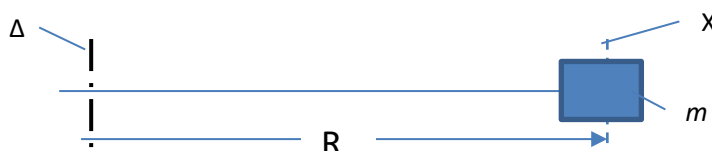

Fig.7.2
4. În studiile parcurse ați făcut cunoștință cu relația lui Steiner. Un corp de masă m și momentul de inerție axial J_x o mișcare de rotație față de o axă Δ (fig.7.2) are momentul de inerție față de axa Δ :